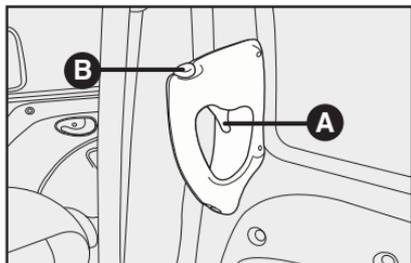

fig. 84
**Abertura:** puxe a alavanca interna A do manípulo de abertura **fig. 84**. Quando a porta se destravar, puxe-a lateralmente segurando o manípulo.
**Fechamento:** feche a porta puxando-a lateralmente segurando o puxador. Abaixo o botão **B** que se encontra no puxador **fig. 84** para travar a porta; certifique-se de que a porta esteja bem fechada.